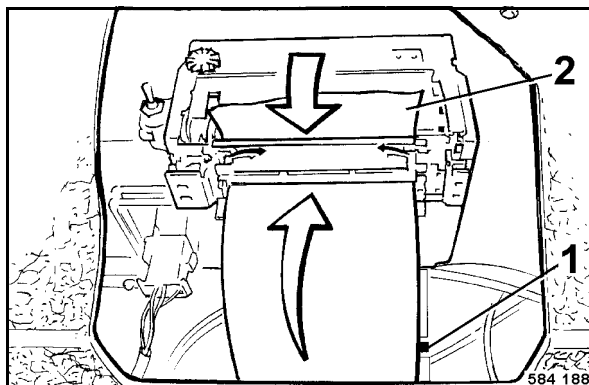

Fig. 105
- Retirer le rouleau avec le papier restant (2) de l'arbre 1 (Fig. 105).